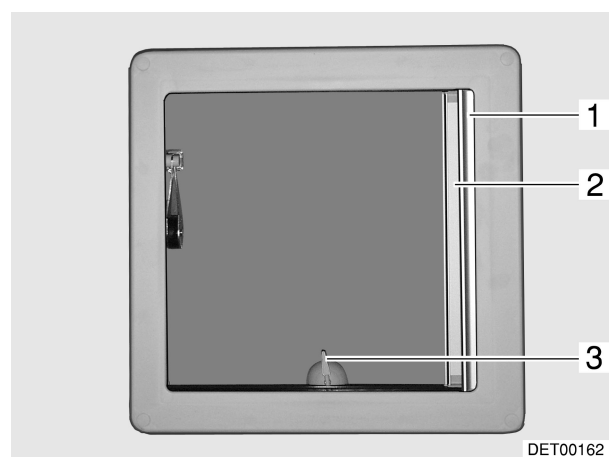

Bild 41 Kipp-Dachhaube
- Zum Ausstellen den Hebel (Bild 41,3) eine viertel Umdrehung entgegen dem Uhrzeigersinn drehen und Kipp-Dachhaube am Hebel nach oben drücken.
- Hebel (Bild 41,3) eine viertel Umdrehung im Uhrzeigersinn drehen.
- Verdunklungsrollo (Bild 41,1) herausziehen und an gewünschter Position loslassen. Das Verdunklungsrollo bleibt in dieser Position stehen.
- Insektenschutzrollo (Bild 41,2) herausziehen, bis es an der Verriegelung an der gegenüberliegenden Seite einrastet.